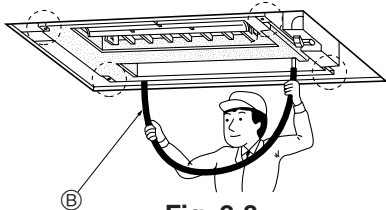

Fig. 2-8
4. Vergewissern, daß alle vier Ecken waagrecht ausgerichtet sind. Dazu eine Wasserwaage oder einen durchsichtigen mit Wasser gefüllten Kunststoffschlauch verwenden. (Fig. 2-8)